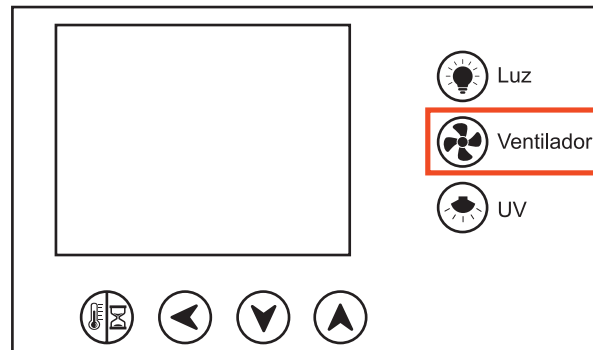

Figura 5. Encendido del Ventilador
2. Encender el ventilador. Encender el ventilador (o motor de brisa) presionando el botón  en el panel de control del equipo (Figura 5). Se encenderá el indicador de ventilación.